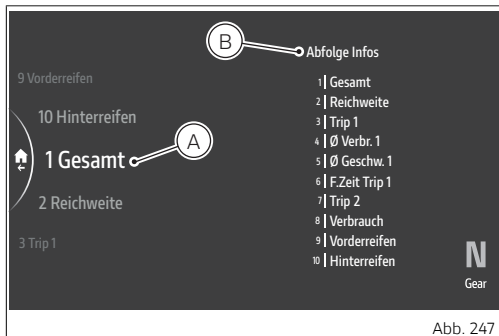

Abb. 247
- Mit dem Joystick ▲ ▼ die Angabe „Gesamt“ markieren, dann auf ENTER (Abb. 247 S.269) drücken.
- Über und unter der Positionsnummer stehen 2 Pfeile (C), die darauf hinweisen, dass es durch Bewegen des Joysticks ▲ ▼ auf die jeweiligen Positionen möglich ist, die Nummer der Position von 1 bis 10 (im Beispiel „3“) zu ändern.
- Zum Bestätigen auf ENTER drücken. Die Reihenfolge der Informationen wird daraufhin mit der neuen Position (D) aktualisiert.
Zum Rücksetzen der ursprünglichen Reihenfolge die Angabe „Standard“ wählen, dann auf ENTER drücken: Es wird einige Sekunden lang „Warten...“ gefolgt von „Wiederhergestellt“ eingeblendet. Daraufhin wird die Angabe „Standard“ nicht mehr in der Liste des Menüs stehen, während die Position der Angaben und die aktuelle Reihenfolge der „Informationen“ wieder wie ursprünglich in der Liste stehen (Abb. 247 S.269).